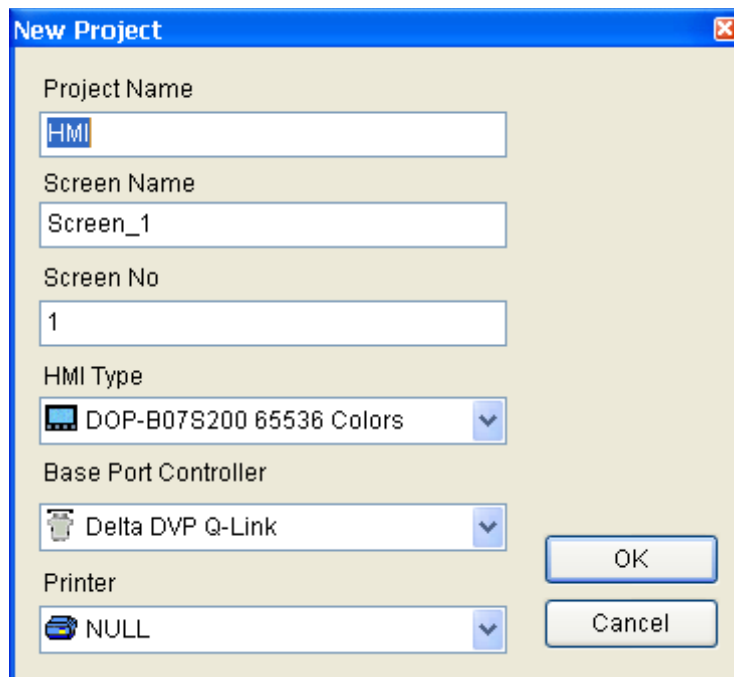

Fig. 3-2-4 Criando um novo projeto
2. Após pressionar  ou clicar **Arquivo** > **Novo**, você pode criar um novo projeto e terá uma caixa de diálogo como mostrada a seguir (Fig. 3-2-4).